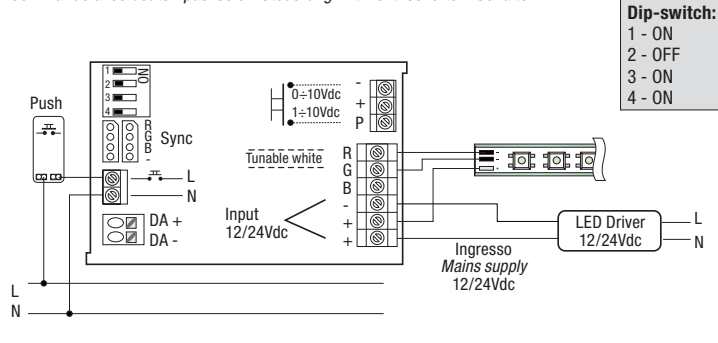

Fig. 17 - Comando con segnale 0÷10Vdc / 1÷10Vdc - Signal 0÷10Vdc / 1÷10Vdc control
- 3 - Señal 0÷10Vdc / 1÷10Vdc (Fig. 17)